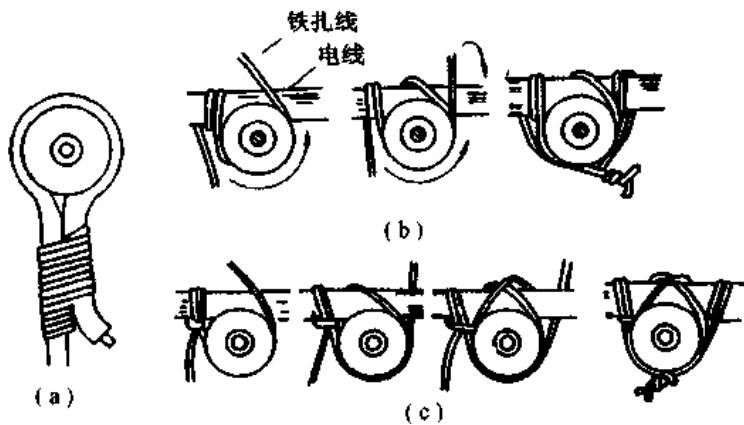

图 4-22 瓷瓶配线的绑扎
(1) 终端导线的绑扎。绑扎的方法如图 4-22(a)所示。绑扎线宜用绝缘线，绑扎线的线径和绑扎圈数见表 4-1。
(2) 中间导线的绑扎。中间瓷瓶和导线的绑扎有单绑法和双绑法两种，方法如图 4-22(b)、(c)所示。通常截面在 6mm2 以下的导线采用单绑法，绑扎线用 0.8mm 的铁心线。截面在 10mm2 以上的导线采用双绑法，绑扎线用 1.0mm 以上的铁心线。
(3) 导线在同一平面曲折时，瓷瓶应在导线曲折角的内侧；导线有分支，应在分支处设置瓷瓶来支持导线；导线有交叉，应在导线上套绝缘管保护。
(4) 平行的两根导线进行瓷瓶配线，两线之间的距离应大于 70mm，瓷瓶应处于导线的同一侧或处在导线的外侧，不应设在两根导线的内侧。